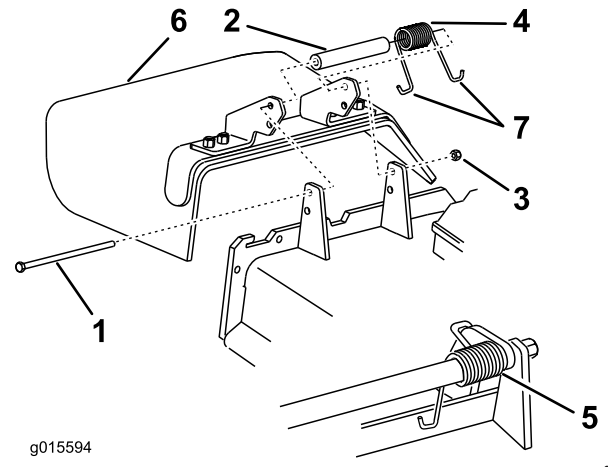

Figure 100
Remarque: Prenez soin de placer une extrémité en J du ressort derrière le bord du tablier avant de mettre le boulon en place, comme illustré à la Figure 100.
3. Remettez le boulon et l'écrou en place. Accrochez l'extrémité en J du ressort au déflecteur d'herbe (Figure 100).
1. Retirez le contre-écrou, le boulon, le ressort et l'entretoise qui fixent le déflecteur aux supports de pivot (Figure 100). Déposez le déflecteur d'herbe s'il est endommagé ou usé.